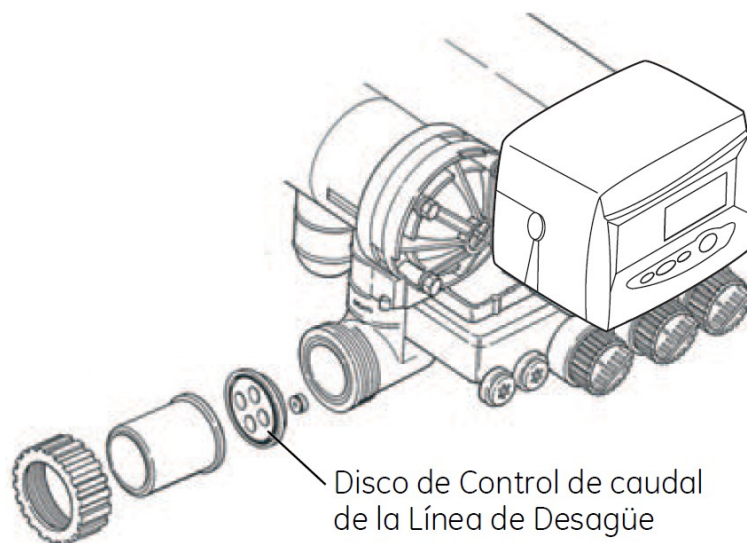

Figura 2.22: Punto 7. Indicaciones generales para la conexión del desagüe
- 7• El control de caudal debe instalarse lo más cercano posible a la válvula, siempre y cuando se emplee un control de flujo externo. (Figura 2.22)